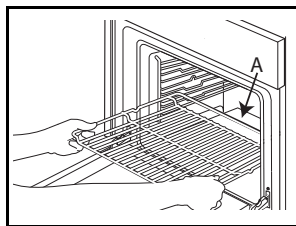

Fig.1
1. Inserire la griglia orizzontalmente, con la parte rialzata "A" orientata verso l'alto (fig. 1).